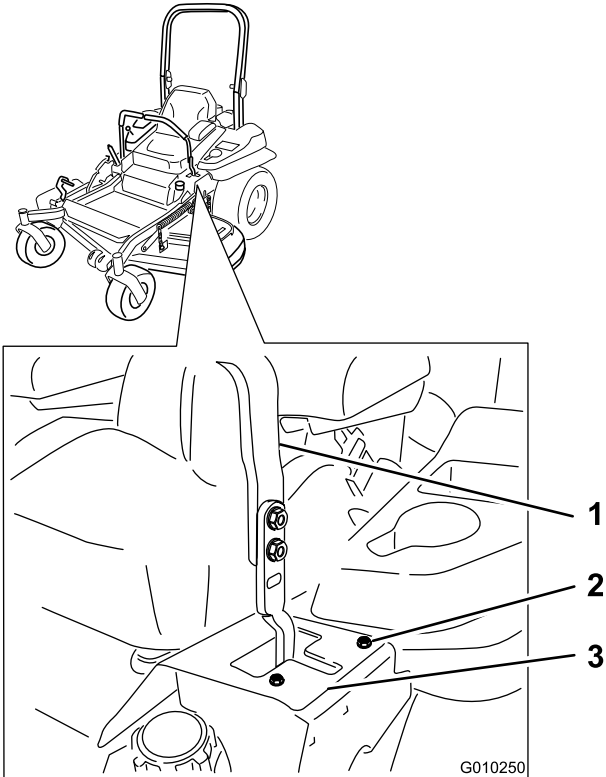

Figura 56
en T de la izquierda hasta que la máquina avance en línea recta (Figura 56).
- Si se desvía hacia la izquierda, afloje los pernos y ajuste la chapa del tope derecho hacia atrás en la ranura en T de la derecha hasta que la máquina avance en línea recta (Figura 56).
- Apriete la chapa del tope (Figura 56).